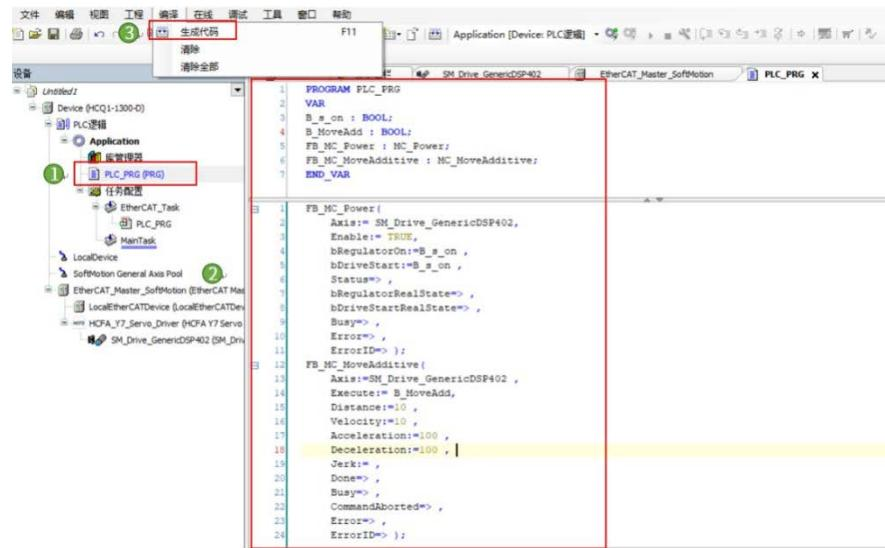

图 13-16 测试代码
10. 双击打开【PLC_PRG】，编辑如图所示测试代码，点击【编译 - 生成代码】，如图 13-16 所示。